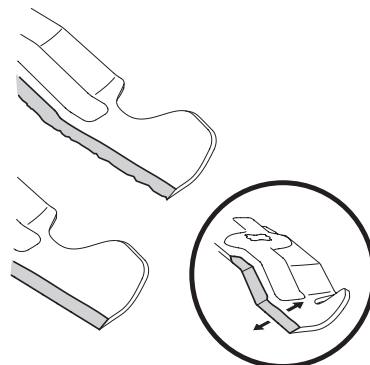

Figura 24
5. Para afilar la cuchilla de corte correctamente, extraiga cantidades iguales de metal de ambos extremos de las cuchillas a lo largo de los bordes cortantes, paralelo al borde de caída, a un ángulo de 25° a 30°. Afile siempre cada borde de las cuchillas de corte de forma pareja para mantener un equilibrio adecuado entre las mismas. Consulte la Figura 24.